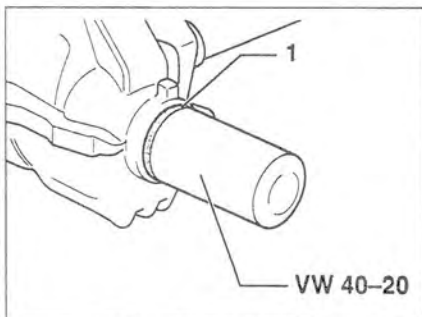

Рис. 5.107. Установите новый сальник заподлицо с корпусом.
18. Установите новый сальник заподлицо с корпусом (рис. 5.107).